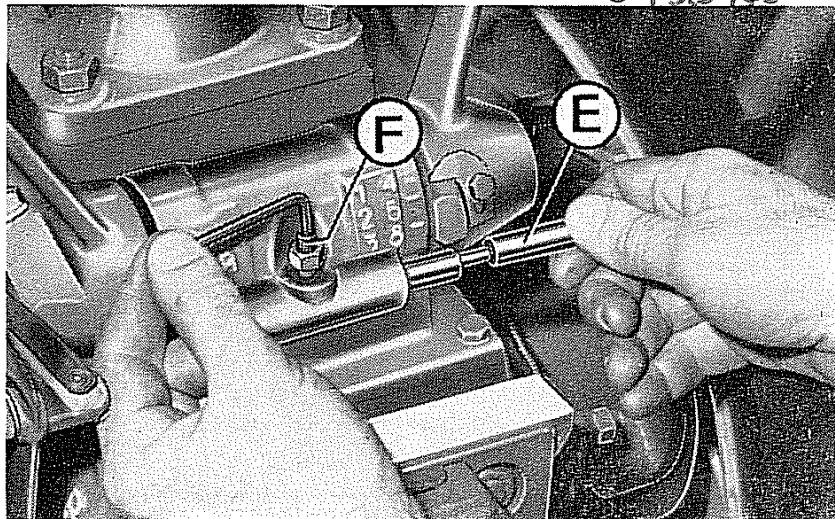

Fig. 7 - Disposizione perno
- Eliminare il perno **E** (fig. 7) svitando la vite **F** con dado di bloccaggio, facendo attenzione di riavvitarla onde evitare smarimenti della stessa.
Leva 2 in posizione «RM»: con la leva 4 si ottengono le Ridotte (ex retromarce) 1^a - 2^a e 3^a. (La 3^a retromarcia è permessa dalla precedente eliminazione del perno E di fig. 7).
All'atto del rimontaggio del perno **E** (fig. 7) fare attenzione che la vite **F** entri nella gola centrale del perno stesso e bloccando la vite tramite l'apposito dado, lasciare che il perno rimanga libero per gli spostamenti laterali permessi dalla suddetta gola.